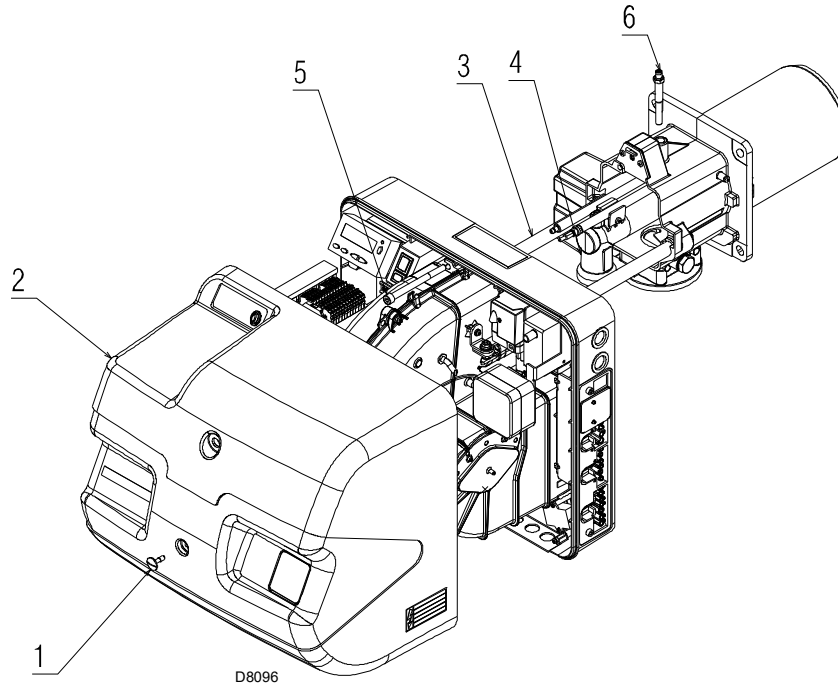

Fig. 37
- Aflojar el tornillo 1)(Fig. 37) y sacar la envolvente 2).
- Sacar el tornillo 5)(Fig. 37) y hacer retroceder el quemador en las guías 3) aproximadamente 100 mm.
- Enroscar el tornillo 5)(Fig. 37) y tirar suavemente hacia afuera los cables de sonda y electrodo, hasta tensarlos ligeramente.